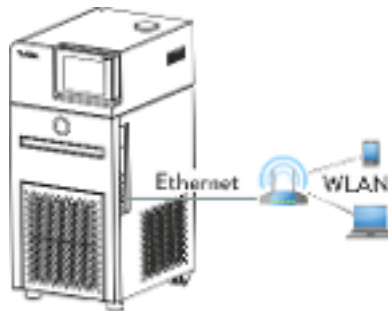

Fig. 15: Conexión a través de WLAN
En la Fig. 15 se representa una conexión directa entre el puesto de mando/PC y el equipo de termorregulación de LAUDA a través de una WLAN. En este caso, el router WLAN se debe configurar como un punto de acceso. Para conocer cómo se debe configurar el router WLAN es preciso consultar el manual del router.
- Para conexiones como las que se representan en la Fig. 14 y en la Fig. 15 se pueden usar routers WLAN convencionales. Estos deben contar con la función de conexión necesaria y satisfacer los requisitos vigentes en el país en que se hagan funcionar. No obstante, para llevar a cabo una conexión como la representada en la Fig. 14, LAUDA recomienda utilizar un router WLAN de tipo industrial.
17. Conecte la interfaz Ethernet del equipo de termorregulación tal como se muestra desde la Fig. 13 hasta la Fig. 15. Utilice un cable Ethernet convencional (cable patch).
8. Conecte la interfaz Ethernet del equipo de termorregulación tal como se muestra desde la Fig. 13 hasta la Fig. 15. Utilice un cable Ethernet convencional (cable patch).